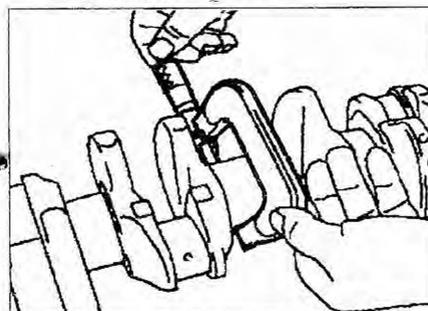

Рис. 2.59. Измерение диаметра шейки коренного подшипника.
18. Измерьте диаметр шейки коренного подшипника (рис. 2.59). Например, 57.95 мм.